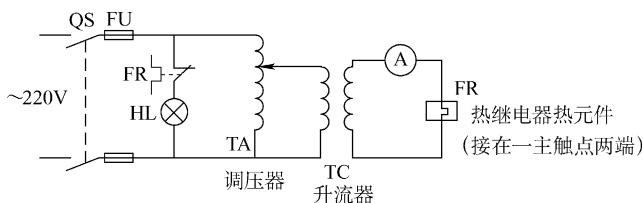

图 1-21 热元件的分相试验
1) 热元件的分相试验 先将热继电器清理干净，用手拨动脱扣机构两次，检查调整部件有无松动，若有松动，应拧紧其紧固零件，然后按如图 1-21 所示的电路接线。接线时应使连接线的截面积、材料与使用时的相同，使环境温度保持在  $(20 \pm 5)^\circ\text{C}$ ，如不能保持温度，也可在温度不低于  $10^\circ\text{C}$  的室内进行。